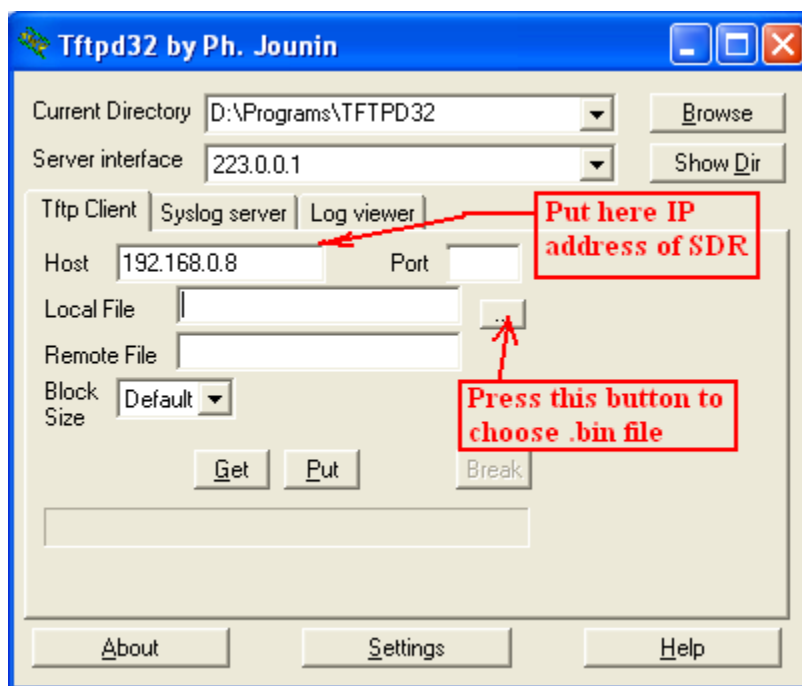

Figure 7 Утилита tftpd32 сразу после загрузки (красным цветом выделены комментарии автора)
3.1.4. Стартуем утилиту tftpd32.exe, копия экрана утилиты после загрузки показана на рисунке **Figure.7** (с комментариями о необходимых действиях пользователя)